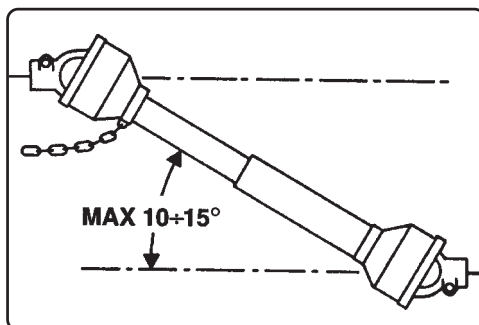

Fig. 5
- Sikkerhedsskiltene (Fig. 5) skal altid kunne ses; de skal holdes rene og udskiftes, hvis de bliver ulæselige.
- Tag altid kraftoverførsels tilslutningen af, når kardanaxselen sidder i en meget åben vinkel, aldrig over 10-15 grader (Fig. 5).